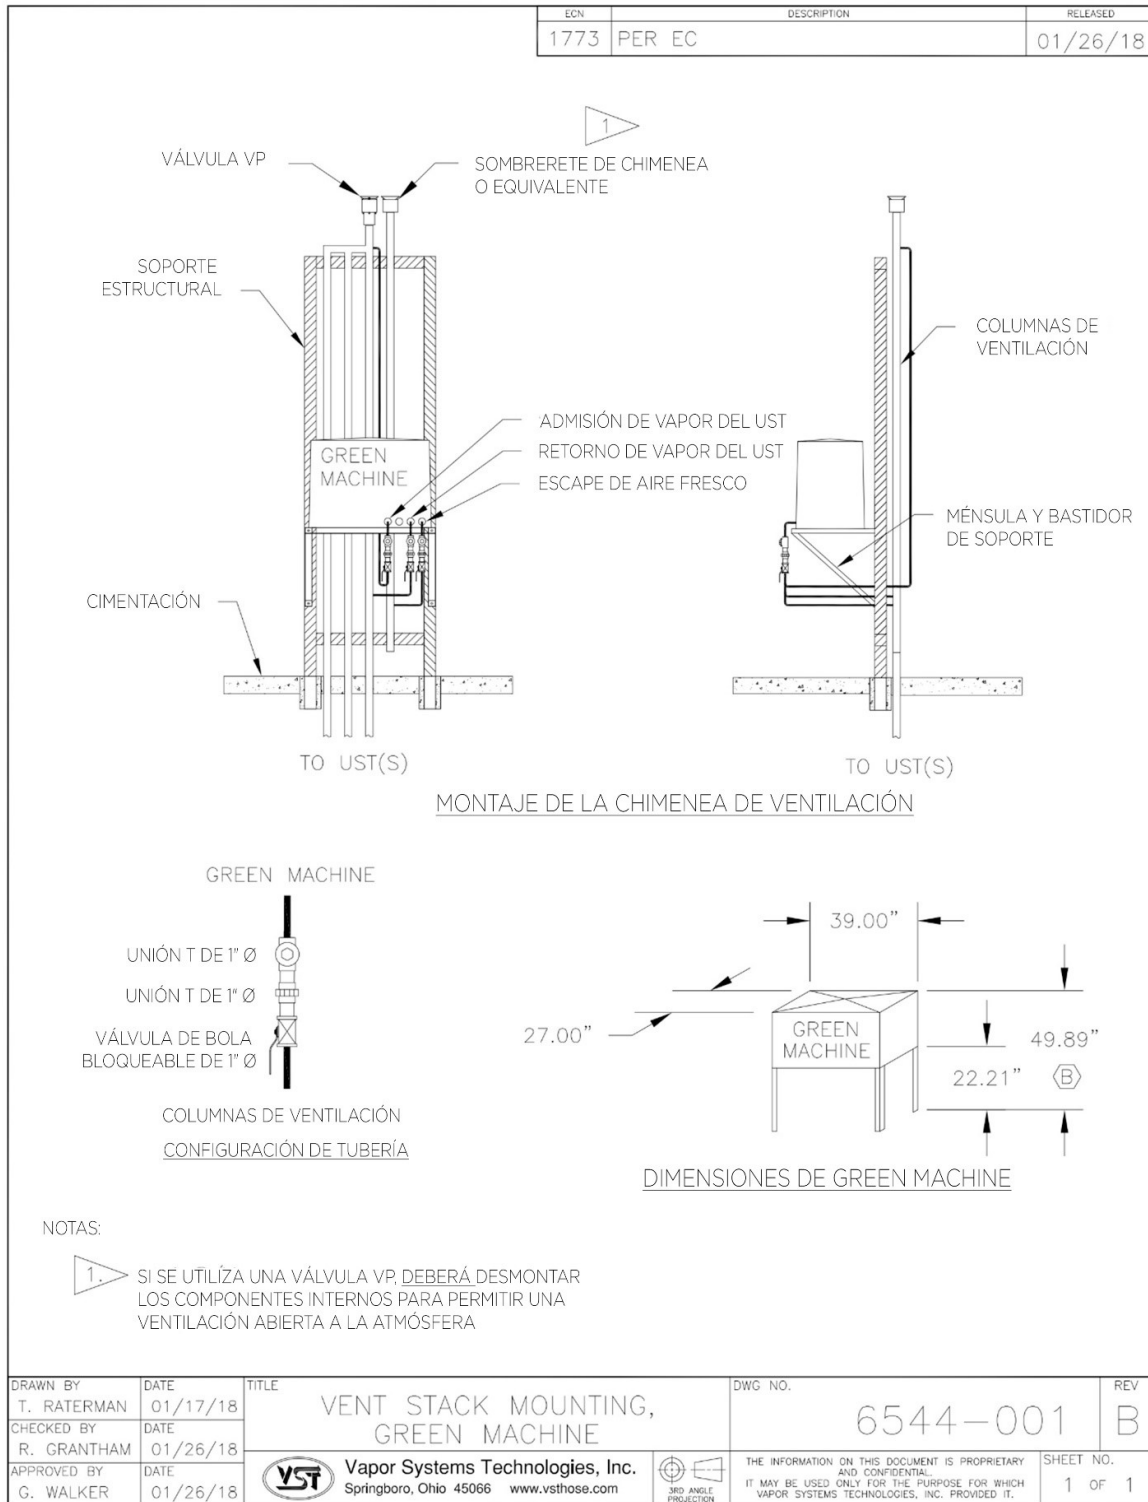

Figura 1-4: Instalación en la chimenea de ventilación
- **Vea la figura 1-4** para la ilustración.